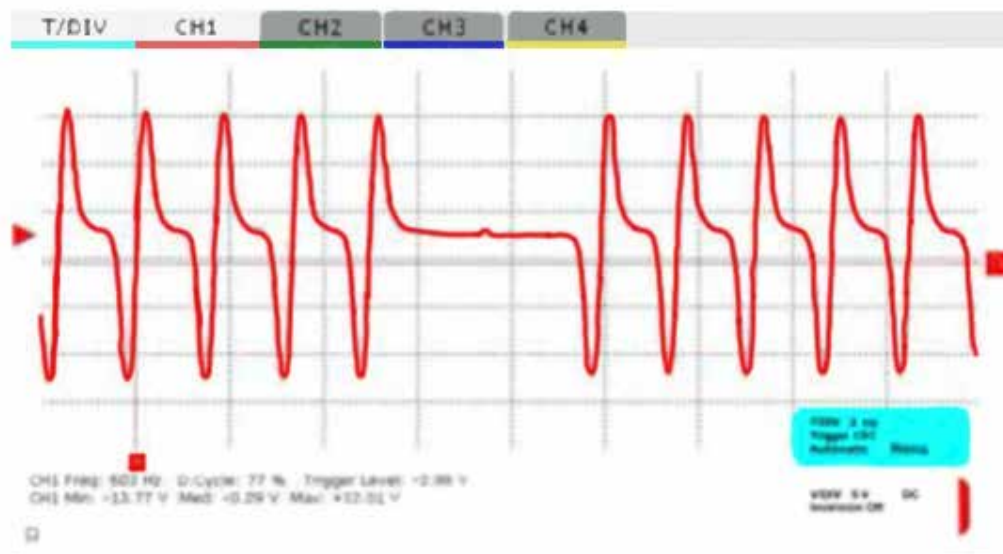

Рис. 4.27. Сигнали датчика частоти обертання
***Примітка.** Перша напівхвиля має бути позитивною (рис.4.27), в іншому випадку виконується запис помилки SPN 3753.*